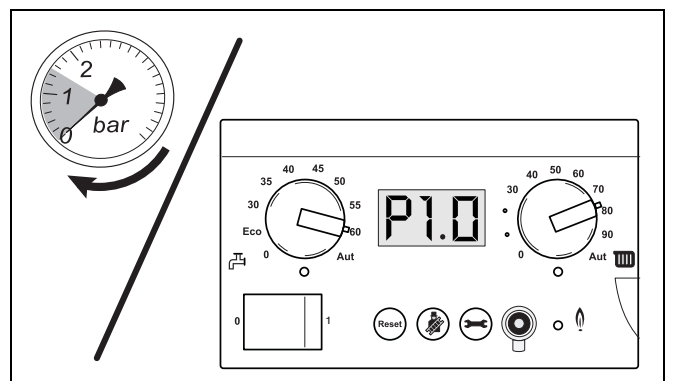

Рис. 14 Считывание показаний манометра
- Проверить показания давления на аналоговом манометре на соединительном блоке или на панели управления регулятора ВС10 (рис. 14).
- Удалить воздух из отопительной установки через вентили на отопительных приборах. При этом следует начинать с нижнего этажа здания и затем продолжать этажом выше (рис. 14).